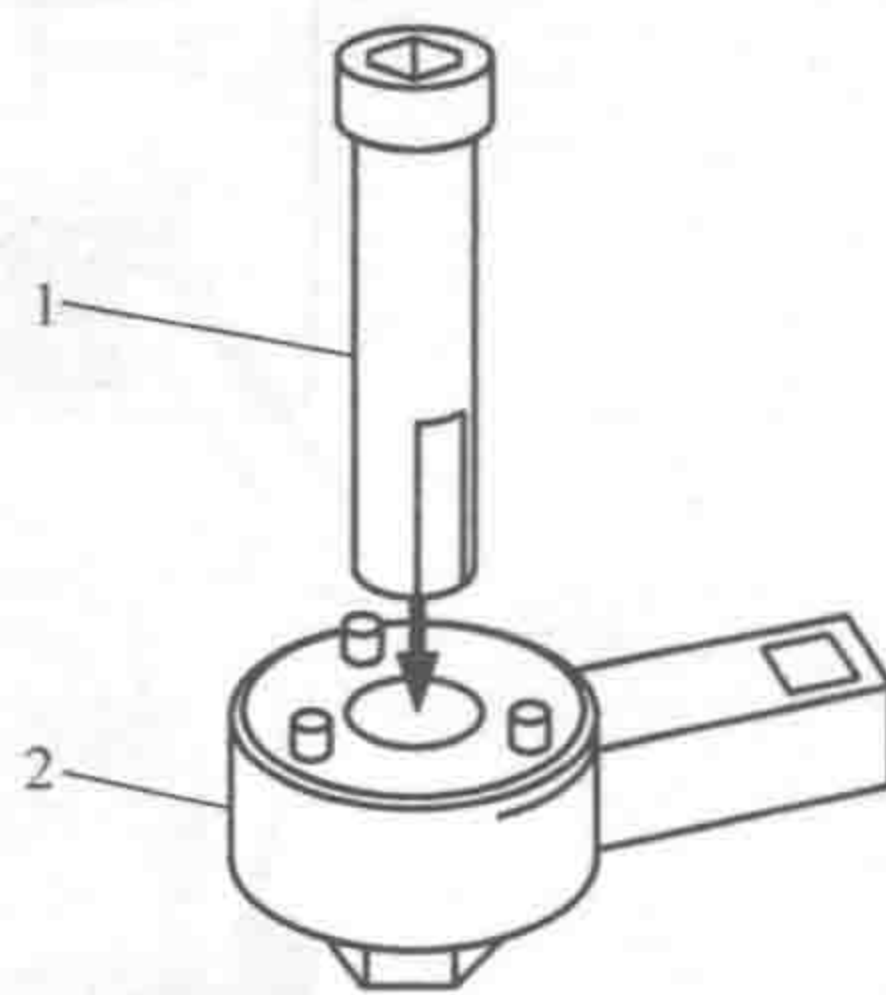

图 1-10 SST (A) 和 SST (B) 系列
对于带轮带有单向离合器的发电机来说,拆卸带轮时应使用如图 1-10 所示的专用工具,用 SST (A) 使发电机转子轴保持不动,用 SST (B) 拆卸带轮。